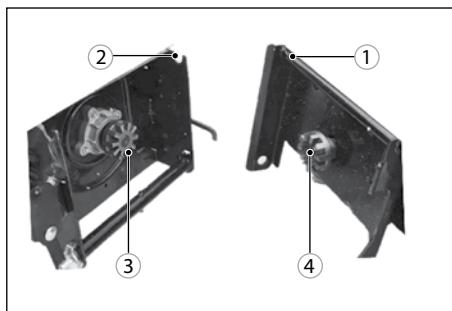
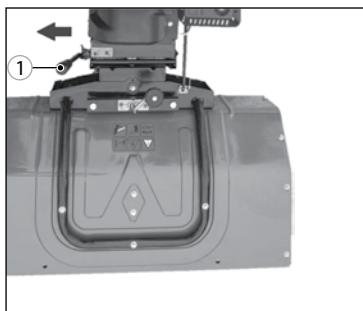

Рис. 10
Рис. 11
С правой стороны верхняя рукоятка фиксируется двумя болтами, с левой стороны – болтом и держателем рукоятки поворота желоба (рис. 10).
2. Убедитесь, что стержень 1 на насадке попал в паз основной части 2 (рис. 10), а шестерня 3 привода щетки/шнека состыковалась с шестерней 4 на насадке (рис. 10). Переведите рукоятку фиксации насадки в положение (рис. 11).